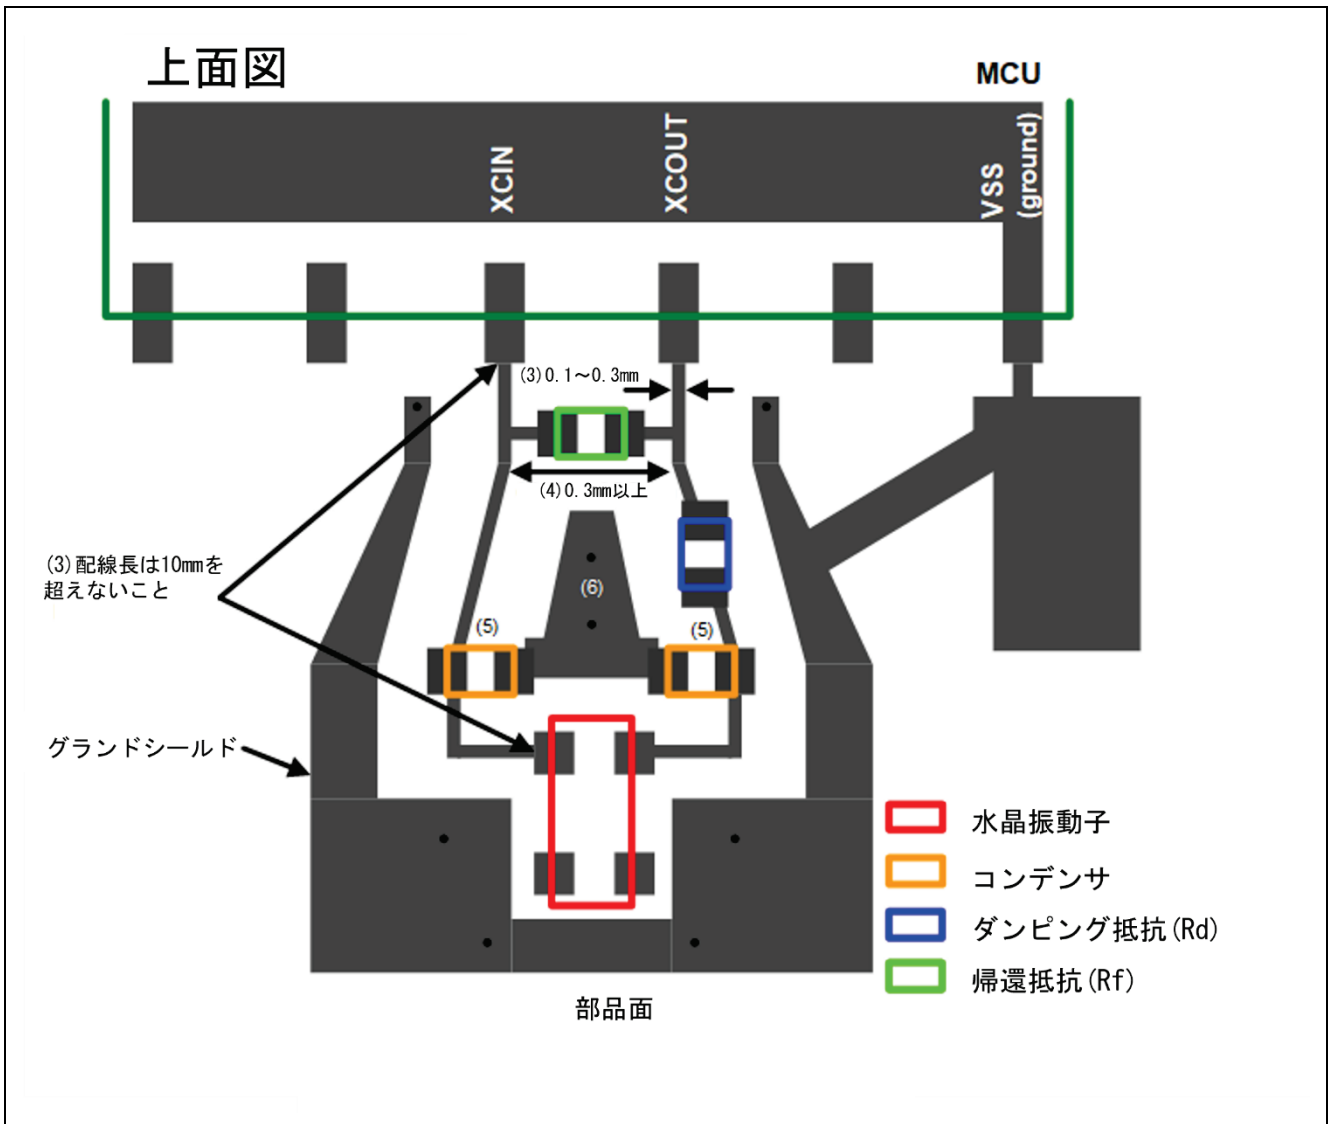
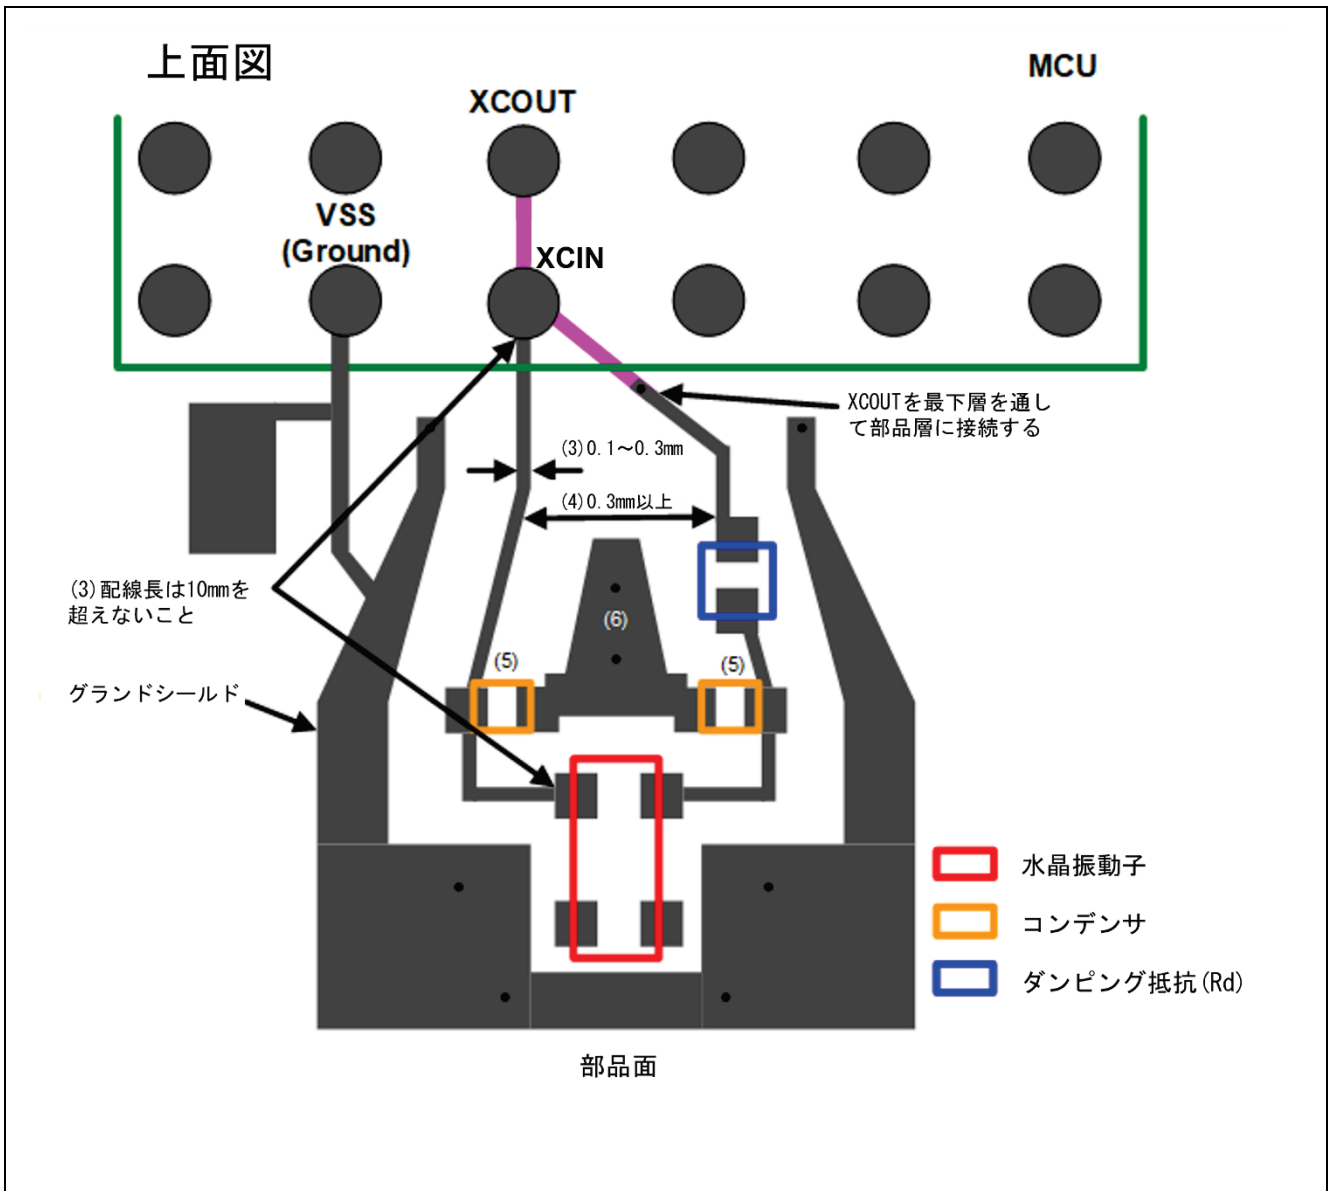
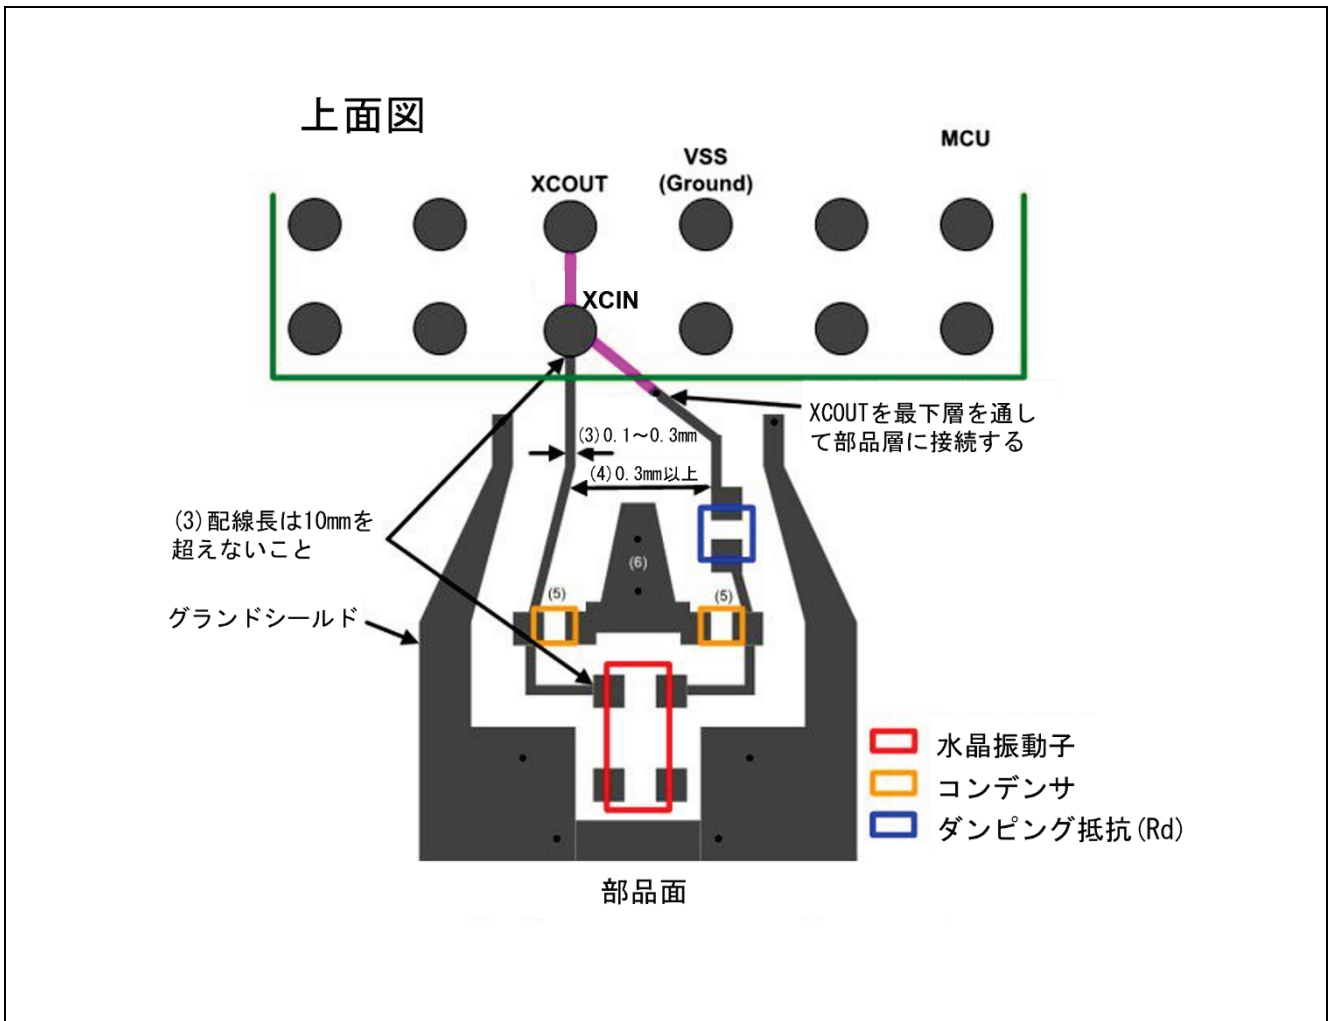
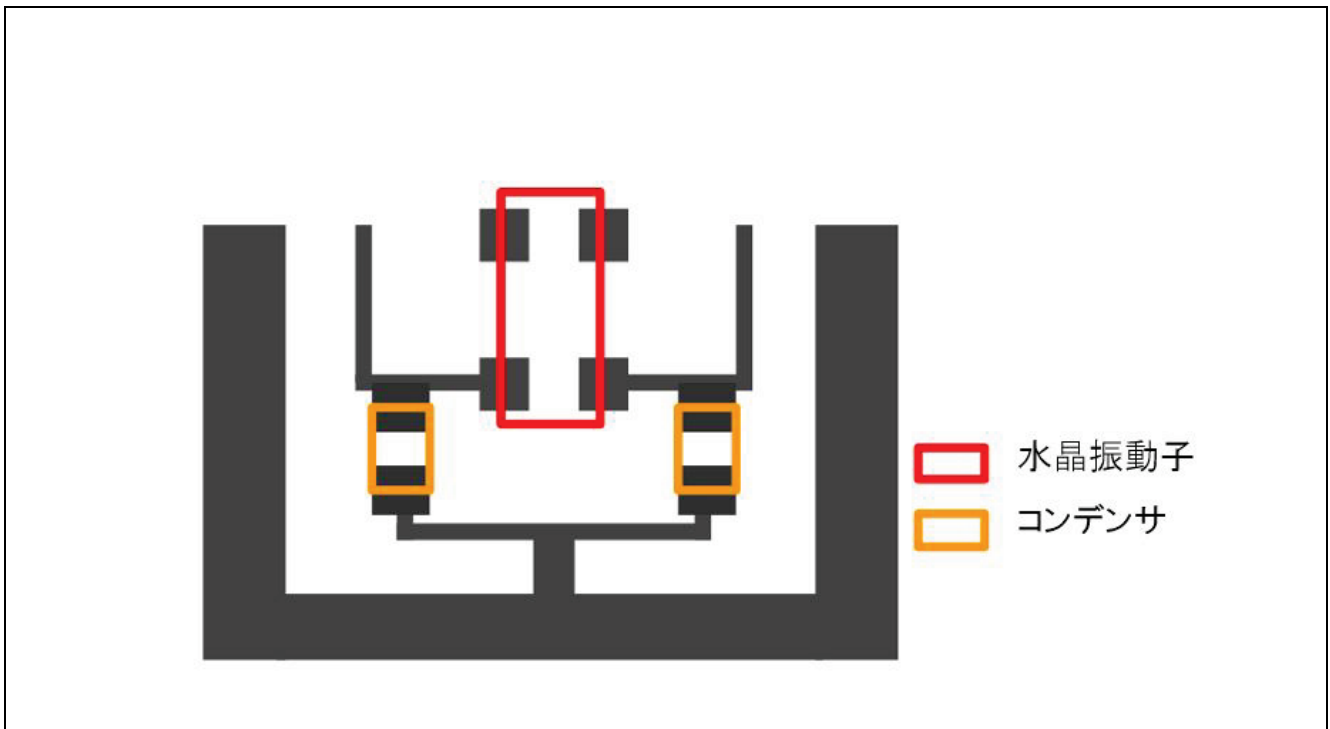

図 5. LQFP パッケージの推奨配置と配線例
図 6. LGA パッケージの推奨配置と配線例
図 7. BGA パッケージの推奨配置と配線例
図 8. XCOUT と XCIN の代替配置と配線例
以下のリストは、XCIN と XCOUT の配線に関するポイントを説明しています。図 5、図 6、図 7 に XCIN と XCOUT の最適な配線を示しています。図 8 は、XCIN と XCOUT の配線の代替例を示しています。図中の番号は、以下のリストと連携しています。
5. 外付けコンデンサはできるだけ近くに接続してください。コンデンサの配線は、部品面のグランド配線（以下、グランドシールド）に接続します。グランドシールドについては、2.2.2 項を参照してください。推奨配置でコンデンサを配置できない場合は、図 8 に示す配置でコンデンサを配置してください。